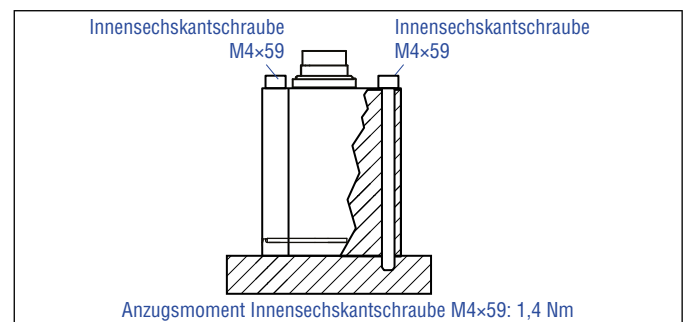

Abb. 30: Befestigung mittels Innensechskant-Schrauben M4x59
- Montieren Sie das Sensorelektronikgehäuse über die drei Innensechskantschrauben M4x59 aus unmagnetischem Material. Anzugsmoment: 1,4 Nm (Abb. 30). Sichern Sie die Schrauben vor dem Wiedereinbau, z.B. mit Loctite 243.
- Montieren Sie das Sensorelektronikgehäuse über drei Innensechskantschrauben M4x59 aus unmagnetischem Material. Anzugsmoment: 1,4 Nm (Abb. 30). Sichern Sie die Schrauben vor dem Wiedereinbau, z.B. mit Loctite 243.